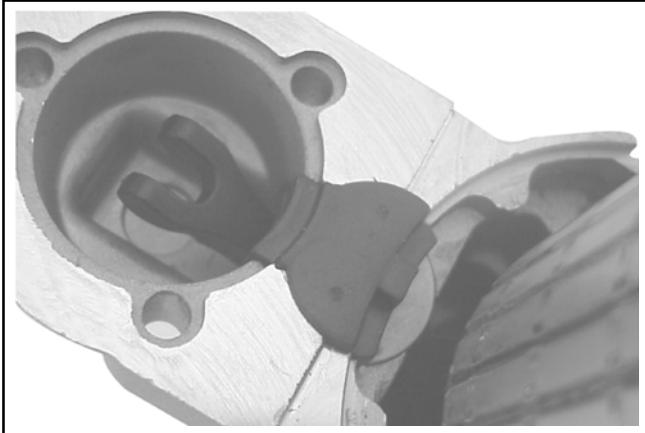

Figura 8-60. Installazione di rondella di rinforzo ed anello passacavi.
7. Installare la rondella di rinforzo e l'anello passacavi in gomma nella cavità corrispondente del cappuccio terminale dell'innesto. La cavità sagomata nell'anello passacavi deve trovarsi "all'esterno", allineata con quella nel cappuccio terminale. Vedere Figura 8-60.